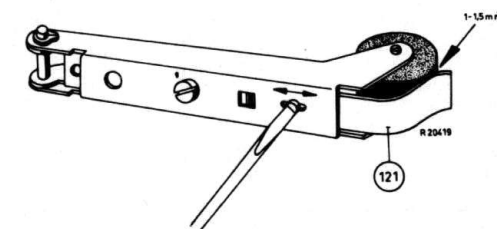

Fig. 26
- De afstand tussen de drukrol en beugel 121, moet 1-1,5 mm bedragen, zie fig. 26. Eventueel in te stellen volgens figuur 26.